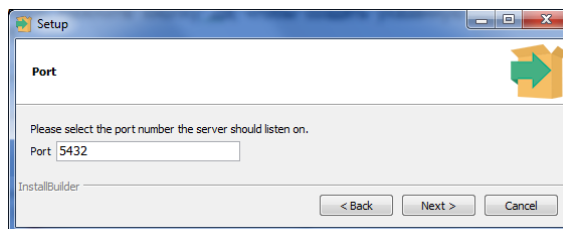

Рис. 3.7. Номер порта базы данных
7. При необходимости измените номер порта и нажмите кнопку Next (Рис. 3.7).